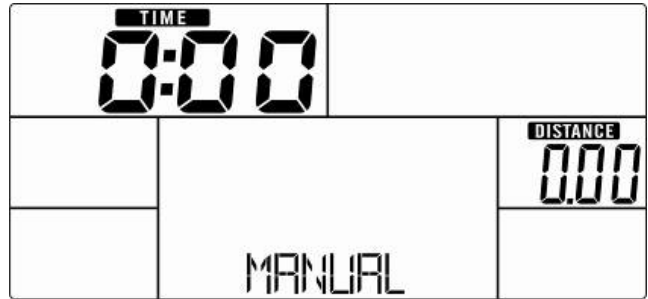

Abb. 9
- b. DISTANCE (Distanz, Abb. 9)